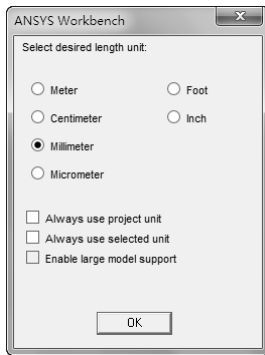

图 8-49 【ANSYS Workbench】对话框
- 3) 双击项目 A 中的 A2 栏的【Geometry】项，此时会进入到 DesignModeler 界面，并弹出【ANSYS Workbench】对话框，选择【Millimeter】单选按钮设置 mm 单位，如图 8-49 所示。